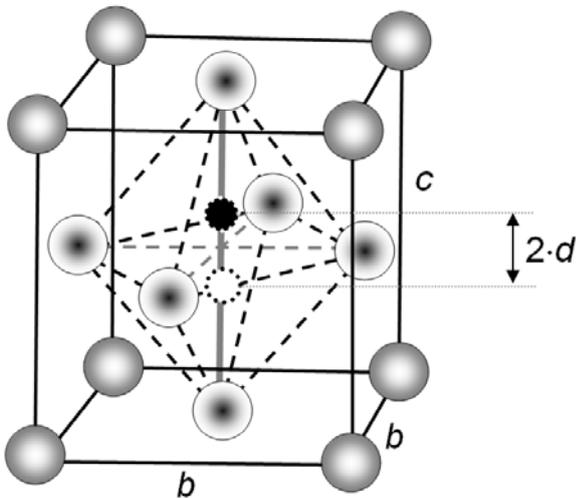

Bild 3
Bild 3 zeigt die Elementarzelle des ferroelektrischen BaTiO₃ bei $T_3 = 293 \text{ K}$. In der gezeigten tetragonalen Phase hat das Titan-Ion wie skizziert zwei gleichberechtigte Positionen.
c) Betrachtet wird im Folgenden eine ferroelektrische Domäne von BaTiO₃. An ihr wird eine spontane Polarisation $P_S = 0,11 \text{ As/m}^2$ gemessen. Nehmen Sie vereinfachend an, dass die Asymmetrie in der Ladungsverteilung nur durch eine Verschiebung des Ti⁴⁺-Ions um die Strecke d aus dem Zentrum heraus entsteht (s. Bild 3). Berechnen Sie hieraus die Strecke d , um die das Ti⁴⁺-Ion aus dem Zentrum heraus verschoben ist. **(2 Punkte)**